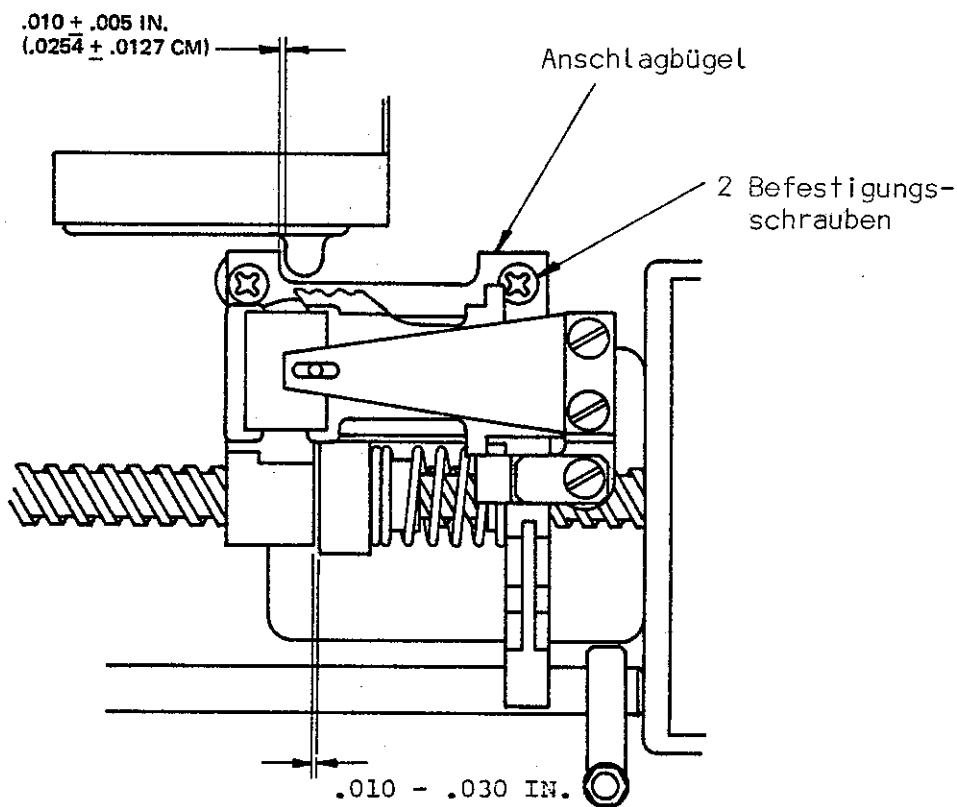

Bild 16 Spur-00/39-Anschlag
- Abstand zwischen Außenstop und Anschlag kontrollieren (siehe Bild 16).
Die Druckfeder (11) am Kopfträger (12) ist mit Hilfe der Vorspannmutter (13) so vorzuspannen, daß der Abstand zwischen Mutter und Kopfträger 0,25 bis 0,7 mm beträgt (siehe Bild 16).
7.8.3 Austausch des Kopfträges (12)
- a) Haupt-Elektronikboard (1) abnehmen (siehe Kap. 7.8.1).
- b) Führungsstange (14) lösen und nach vorne schieben, um das Kopfanschlußkabel freizulegen; Kabelbinder durchtrennen.
- c) Abdeckplatte (7) des Schrittmotors abheben.
- d) Sicherungsscheibe und Federscheibe (8) am vorderen Ende der Gewindespindel (9) abnehmen.
- e) Motoranker mit Gewindespindel (9) mit Linksdrehung nach hinten herausziehen.